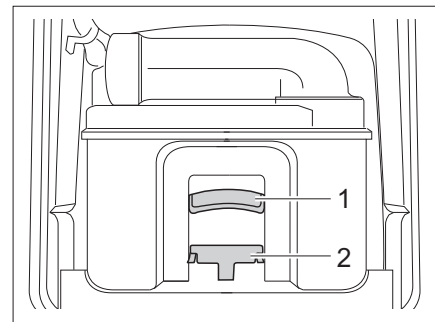

Bild 150 Thetford-Kassette
- Haltebügel (Bild 150,2) nach vorne ziehen um die Toiletten-Kassette zu entriegeln und Kassette am Griff (Bild 150,1) herausziehen.